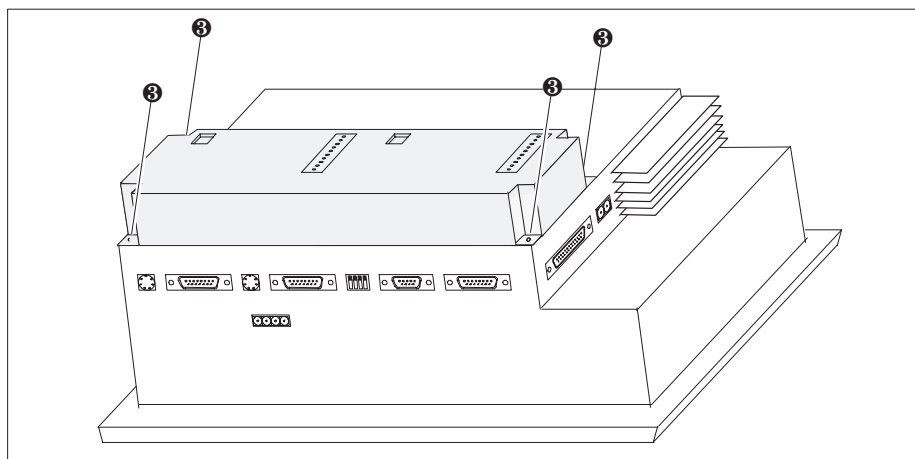

Figure 17-3 Fixation du module de touches directes (exemple du TP37)
4. Fixez le module de touches directes à l'aide des quatre vis fournies ③ sur le Touch Panel (représenté sur le TP37 pris comme exemple dans la figure 17-3).